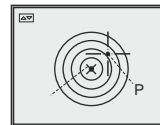

Abb. 5
- Durch Halten des Stützkreuzentrums im Zielpunkt verschieben Sie durch Drehen der Abstimmsscheibe die Zielmarke solange bezüglich des Stützkreuzes, bis die Marke mit dem Trefferpunkt (P) (s. Abb. 5) in Übereinstimmung kommt. Um die Bewegungsrichtung der Marke von horizontal auf vertikal zu wechseln, drücken Sie die Abstimmungsscheibe bis zum Knacken.